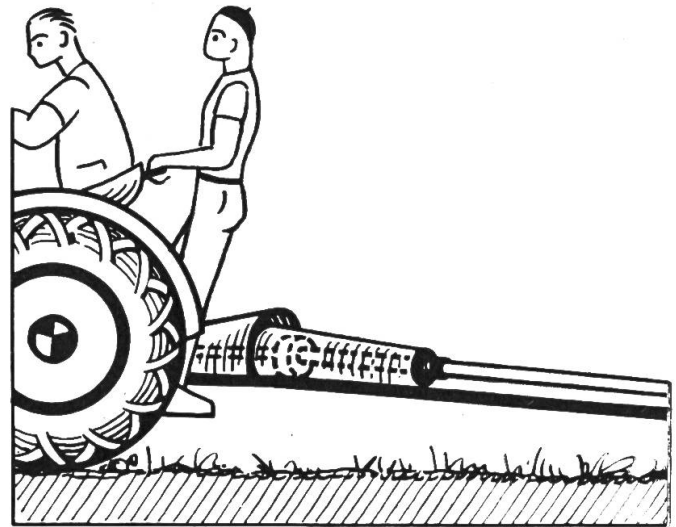

Abb. 4: Zapfwellenschutz. Unter dem Radschutz ist eine seitliche Schutzwand am Trittbrett sichtbar.
- Schutzwände am Trittbrett, sowie Haltebügel oder -stangen (Abb. 4).
- Schutz der Zapfwelle, insbesondere des Kreuzgelenkes (Abb. 4). He.